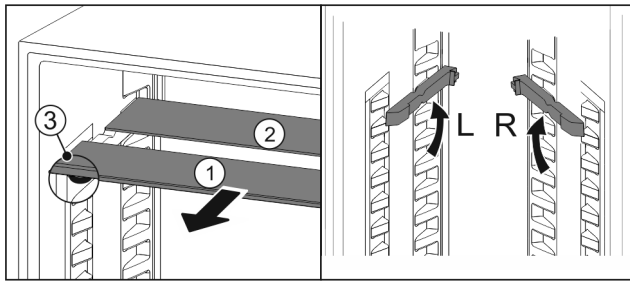

Fig. 76
- ▶ Glasplatten einzeln nach vorne herausziehen Fig. 76 (1).
- ▶ Glasplatte Fig. 76 (1) mit Zierleiste liegt vorne.
- ▶ Stopps Fig. 76 (3) zeigen nach unten.